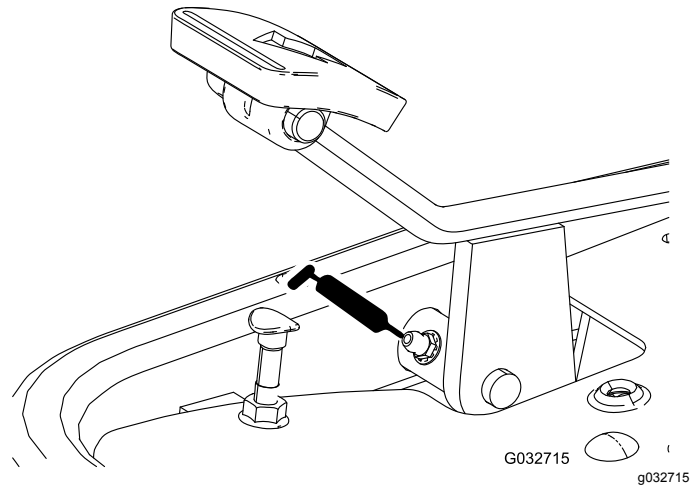

Figure 33
- Pédale de déplacement (Figure 33)